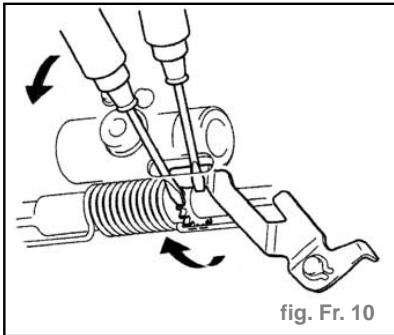

fig. Fr. 10
- À l'aide d'un autre tournevis, réduire le rattrapage de la mâchoire de frein en tournant la molette du dispositif de rattrapage. (fig. Fr. 10)